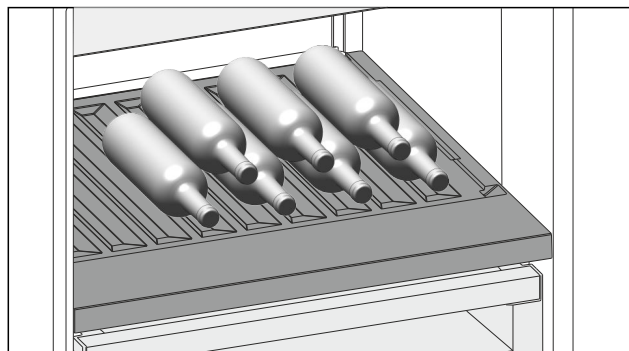

Fig. 130
- Поставяйте бутилките с дъното назад към задната стена. (виж Fig. 130)